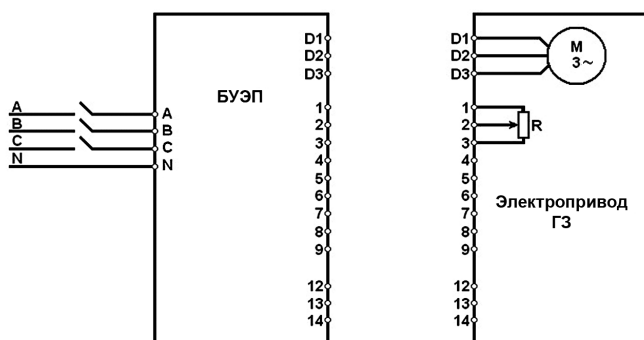

Рис. 4 Блок-схема подключения БУЭП к электроприводе
3. Произведите подключение согласно схеме (рис. 4)